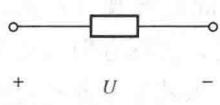

图 1-6 电压的参考方向表示法
(2) 参考方向。与电流需要选定参考方向一样，也需要为电压选定参考方向。如图 1-6 所示，通常在电路图上用“+”表示参考方向的高电位端，用“-”表示参考方向的低电位端，也可以用箭头或双下标表示电压的参考方向（如  $U_{ab}$  表示电压参考方向从“a”点指向“b”点）。